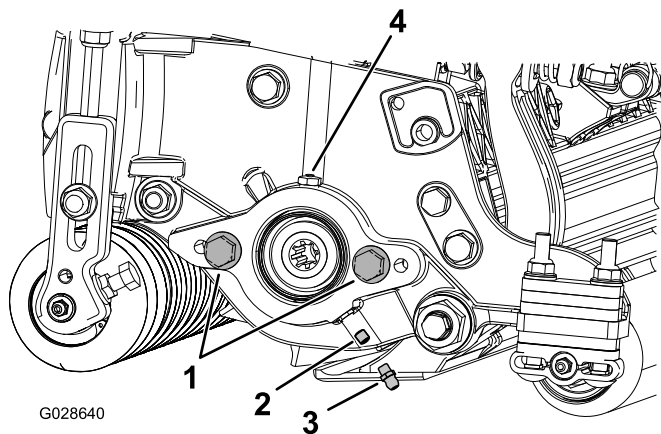

图6
1. 拆下并丢弃滚刀马达侧板上的固定螺丝 图6。
2. 安装直通黄油嘴 图6。
3. 如果滚刀马达侧板上没有平头螺丝请安装图6。
5. 安装滚刀马达润滑侧板直至多余的润滑脂流出润滑孔 图6。